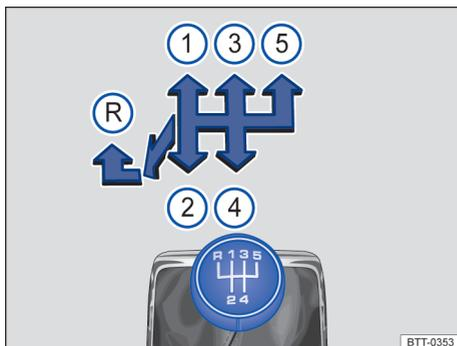

Fig. 95 Esquema de troca de marchas da transmissão manual de 5 marchas.
As posições de cada marcha estão representadas na alavanca de troca de marcha → Fig. 95.
- Empurrar a alavanca de troca de marcha totalmente para a esquerda e depois para frente até a posição da marcha a ré → Fig. 95 (R).